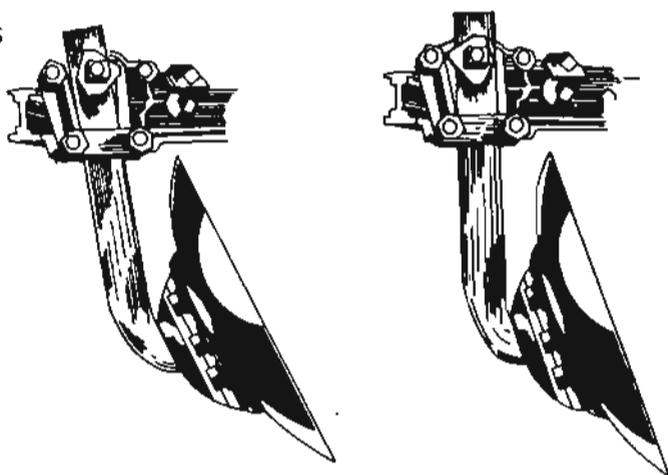

Fig. 1
- c Gradúe el ángulo de acuerdo con las características del suelo (fig. 1).